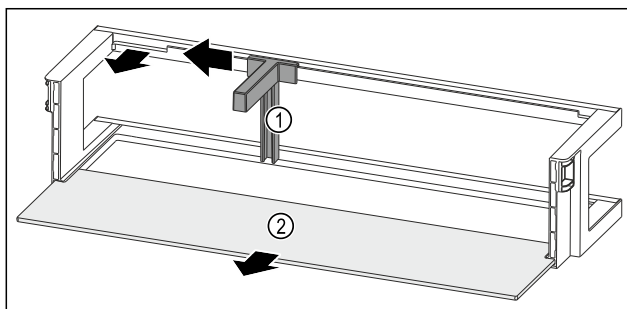

Fig. 86 Dveřní přihrádka s držákem lahví a odkládací plochou
- ▶ Držák lahví Fig. 86 (1) posuňte na stranu až k vybrání.
- ▶ Držák lahví Fig. 86 (1) odeberte.
- ▶ Odkládací plochu Fig. 86 (2) odeberte.